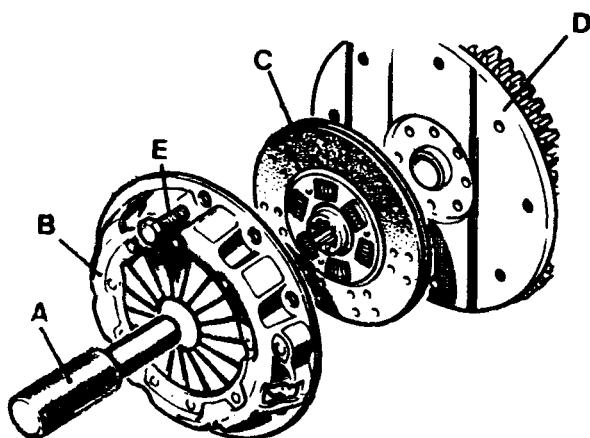

Fig. B2-1 - Embrague desmontado.
1.2.- Sin alterar la posición de los pernos (fig. B2-1), que pueden verse a través de las ventanillas existentes en la tapa, se soltarán progresivamente y en sentido diagonal los tornillos de fijación de la tapa, hasta que pueda separarse el conjunto del embrague y, luego, la tapa y plato conductor, con lo que quedará libre el disco conducido.
3.1.- Se hará en orden inverso, situando el disco conducido (fig. B2-1), con la cara señalada con la indicación "FLYWHEEL SIDE" (costado del volante) hacia éste; y se fijará con la tapa, después de comprobar la alineación de las marcas de referencia trazadas sobre la tapa y volante, empleando, para facilitar esta operación, el alineador de embrague (605022).